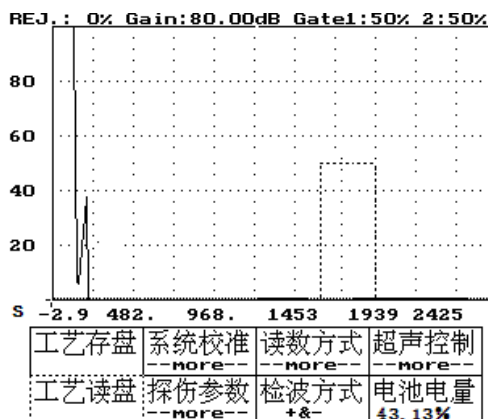

图 14-1
- 2、按方向键——将虚框移到工艺读盘上。如图 14-1 所示。